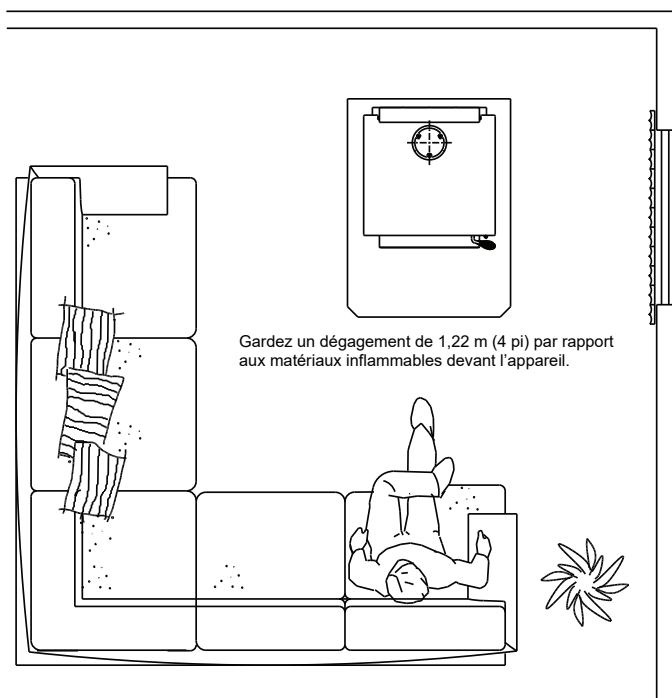

Figure 19.1
- Ne placez AUCUN objet inflammable à moins de 1,2 m (4 pi) devant l'appareil. Voir la **Figure 19.1**.